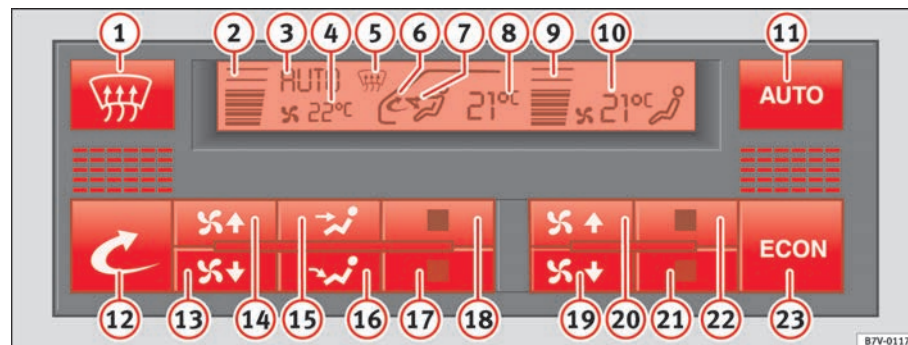

Fig. 119 Tablero de instrumentos: mandos del Climatronic
- Presione una de las teclas de la distribución de aire ⇒ **página 163, fig. 119**  o  o pulse repetidas veces una de las teclas de temperatura  o . La indicación **AUTO** se apaga.
- Pulse la tecla ⇒ **página 163, fig. 119**  para conectar o desconectar la recirculación de aire. Está conectada si aparece el símbolo   en la pantalla.